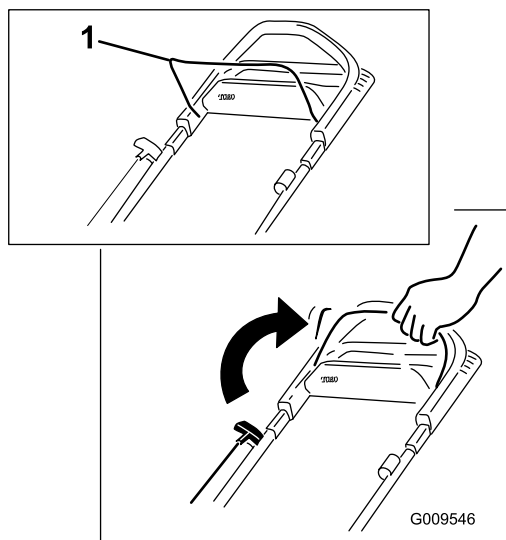

Figure 15
1. Maintenez la barre de commande de la lame contre le guidon (Figure 15).